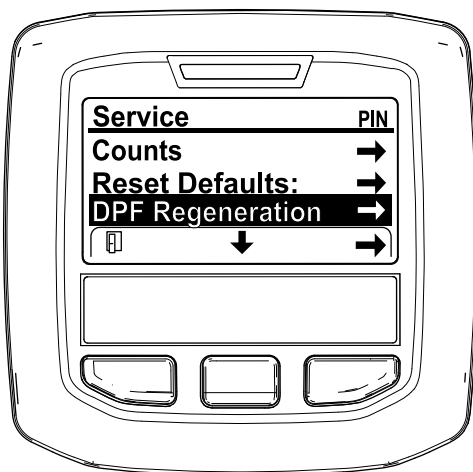

Figura 46
3. En el menú SERVICE (Servicio), pulse el botón del medio hasta que aparezcan las opciones de DPF REGENERATION (Regeneración de DPF) y pulse el botón derecho para seleccionar la opción DPF REGENERATION (Regeneración de DPF) (Figura 46).